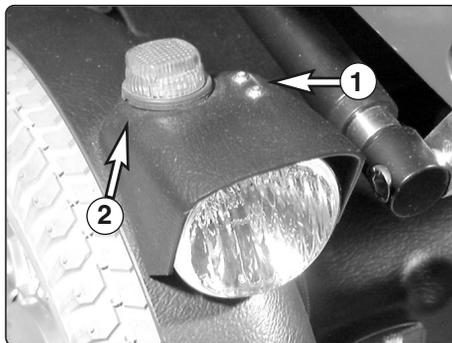

Abb. 60: Vorderleuchte
1. Lösen Sie die beiden Innensechskantschrauben (Abb.60:1) oben am Lampengehäuse.
1. Drehen Sie das Blinkerglas (Abb. 60:2) um 90° gegen den Uhrzeigersinn.